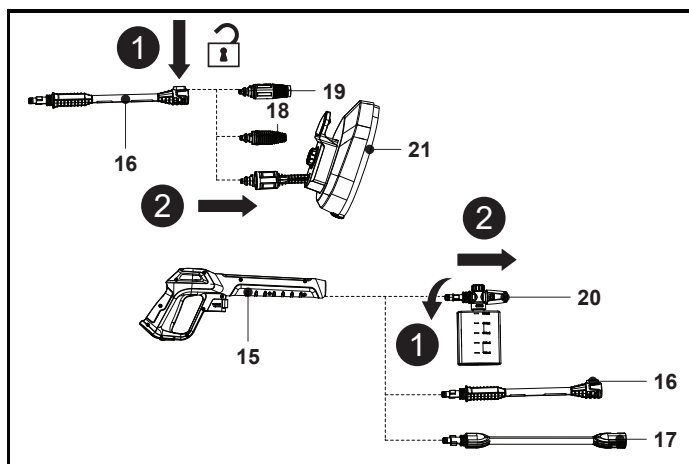

Fig. 19
1. Desligue o bocal (18/19/21) da lança de extensão (16); desligue o bocal do recipiente de detergente (20), a lança de extensão (16) e o cabo extensor (17) da pistola de pulverização (15) (Fig. 19).